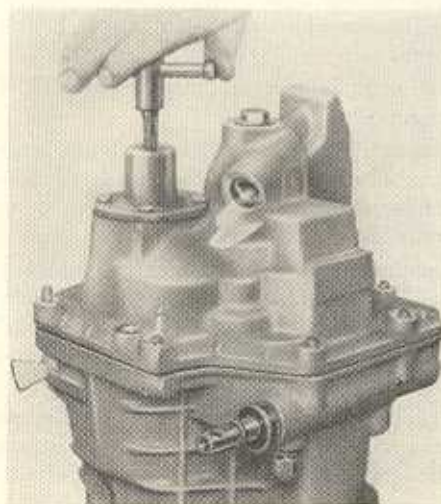

Bild G 93. Hinteres Getriebegehäuse abziehen
5. Mit Abziehvorrichtung W-420 934 hinteres Getriebegehäuse abziehen (Bild G 93). Dabei darauf achten, daß die Flanschfläche nicht zum Abdrücken mittels Schraubenziehers benutzt und dadurch beschädigt wird, eventuell mit Gummihammer ein Verkanten